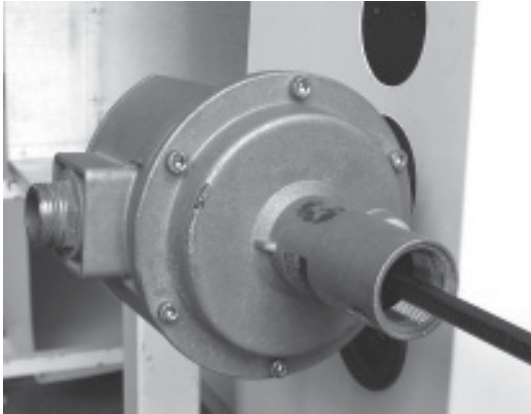

Abb. 24
- Schließen Sie das Rohr des "genauen" Manometers an den Eingangsdruck-Messport (Abbildung 24) des Gasregelventils an, nachdem Sie die Schraube um eine Umdrehung gelöst haben.